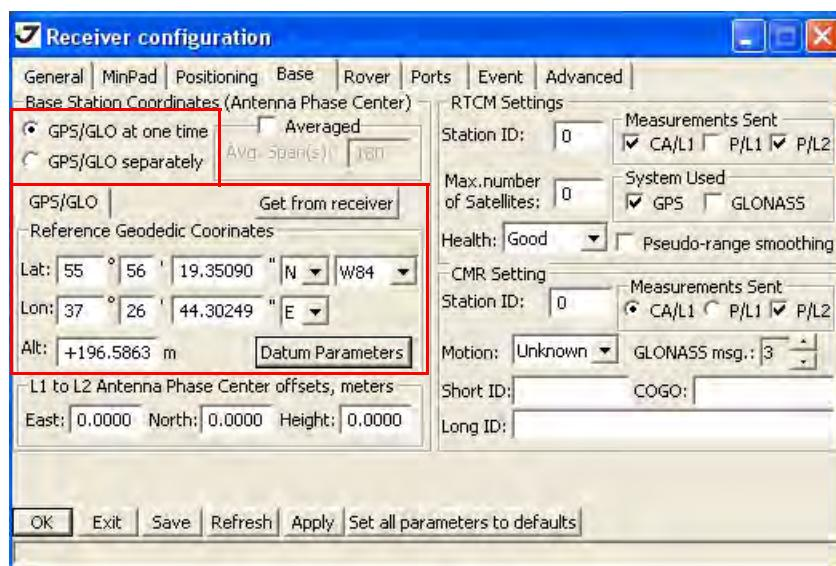

Рисунок 39. Закладка Base
7. Для базового приемника (базы) откройте закладку *Base* и настройте следующие параметры (Рис. 39 на стр. 54), затем нажмите *Apply*.